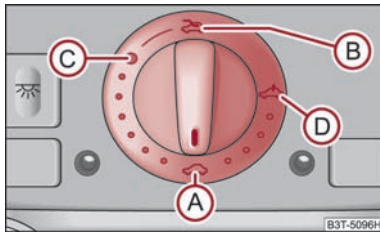

Abb. 42 Drehschalter für das elektrische Schiebe-/Ausstelldach
Das Schiebe-/Ausstelldach wird mit dem Drehschalter \Rightarrow Abb. 42 bedient und funktioniert nur bei eingeschalteter Zündung. Der Drehschalter hat mehrere Stellungen.
- Drehen Sie den Schalter in Stellung \textcircled{A} \Rightarrow Abb. 42.
Das Schiebe-/Ausstelldach ist mit einer Kraftbegrenzung ausgestattet. Wenn ein Hindernis (z. B. Eis) das Schließen verhindert, stoppt das Schiebe-/Ausstelldach und öffnet vollständig. Das Schiebe-/Ausstelldach können Sie ohne Kraftbegrenzung vollständig schließen, wenn Sie den Schalter in Stellung \textcircled{A} \Rightarrow Abb. 42 vorn so lange drücken, bis das Schiebe-/Ausstelldach vollständig geschlossen ist \Rightarrow .
Nach jeder Notbetätigung muss das Schiebe-/Ausstelltdach in die Grundstellung gebracht werden. Deshalb müssen Sie den Drehschalter in die Schalterstellung **(A)** bringen ⇒ Abb. 42 und etwa 10 Sekunden lang vorn drücken. ■